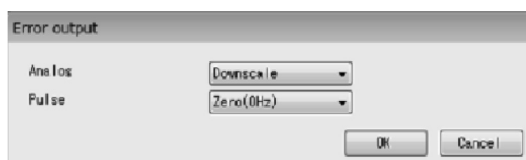

図49
- ① メニューの「Setup(S)」をクリックし、「Outputs」のドロップダウンリストの中から、「Error output」を選び再度クリックします。
- ② 次のウィンドウ(図49)が表示されます。ここではエラー時のアナログ、パルス出力レベルを設定します。